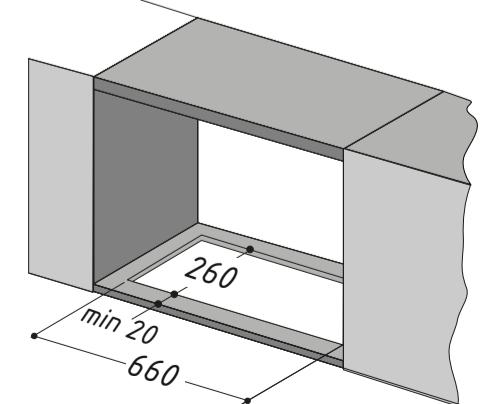

рис. 5
- В нижней панели мебельного элемента для вытяжки необходимо вырезать отверстие (рис. 5).